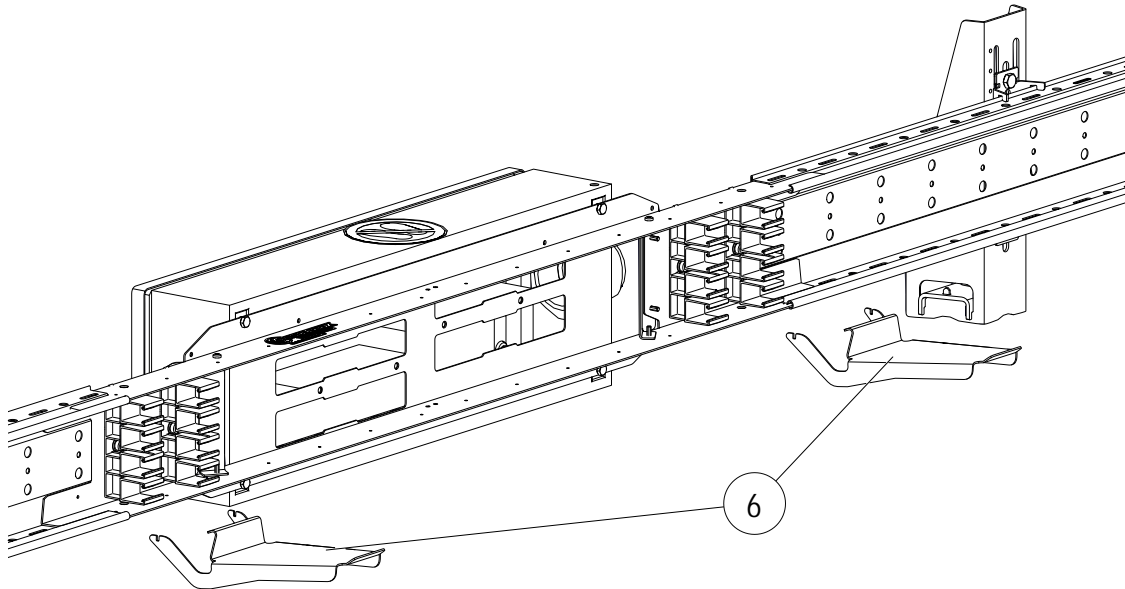

Abb. 32: Hilfskonsole (6) in das ProShell-Tragprofil einhängen
1. Die Hilfskonsolen (6) in die ProShell-Tragprofilsschienen einhängen (siehe Abb. 32).